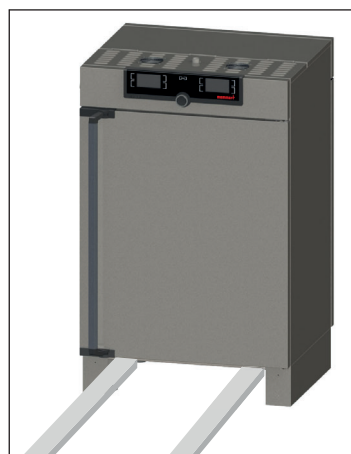

Abb. 8 Transport mit Gabelstapler
- ▶ mit Gabelstapler; die Staplergabeln dazu von vorne oder von hinten unter das Gerät fahren (Abb. 8).